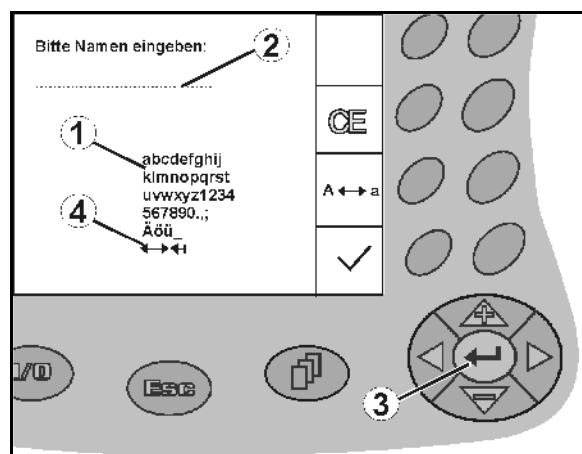

Bild 13
När text och siffror ska matas in i **AMATRON⁺** visas inmatningsmenyn (Bild 13).
I displayens nedre del visas ett urvalsfält (Bild 13/1) med bokstäver, siffror och pilar som kan överföras till inmatningsraden (Bild 13/2) (text eller siffror).
Välj bokstäver och/eller siffror i urvalsrutan (Bild 13/3).
-  Bekräfta valet (Bild 13/3).
Med pilarna  i urvalsfältet (Bild 13/4) kan markören flyttas på inmatningsraden.
Pilen  i urvalsfältet (Bild 13/4) raderar den senaste inmatningen.